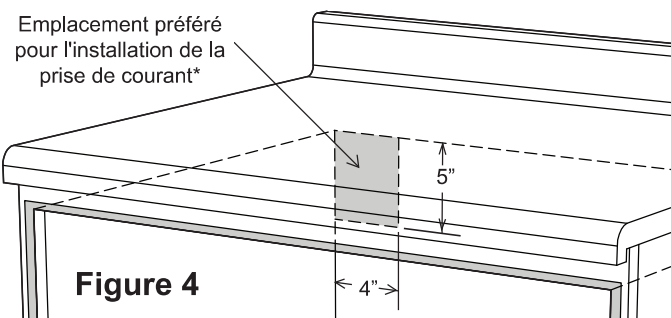

Figure 4
- Les dimensions indiquées dans la figure 1 doivent être utilisées pour l'installation standard. Les dimensions indiquées fournissent l'espacement minimal. Repérez la prise électrique dans la zone hachurée et dans le coin supérieur gauche de la découpe. Voir la figure 4.